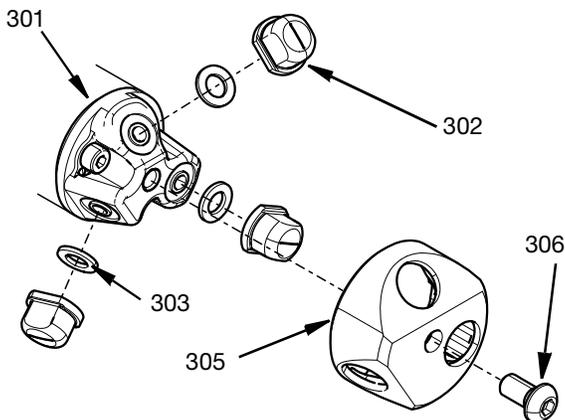

FIG. 4
1. Coloque tres juntas de empaquetadura (303) de boquilla en los huecos correspondientes del cabezal de boquillas (301).
2. Las boquillas (302) deben introducirse en su tapa (305) asegurándose de que las boquillas estén enroscadas en la tapa.
3. La tapa con las boquillas insertadas debe fijarse firmemente al cabezal de boquillas (301) usando el tornillo de cabeza redondeada hexagonal M6 (306) que hay en el centro de la tapa. Apriete a un par de 3,3 N•m (29,2 lb-pulg.). Consulte la FIG. 4.